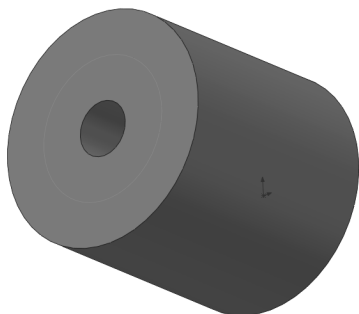

图 9-55 创建中面
3) 单击 ✓ (确定) 按钮, 生成的中面如图 9-55 所示。